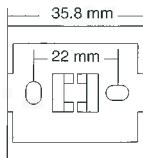

fig. 1
- en saillie équipée base plastique (fig. 1) et calotte couvre-bornes (IP30)